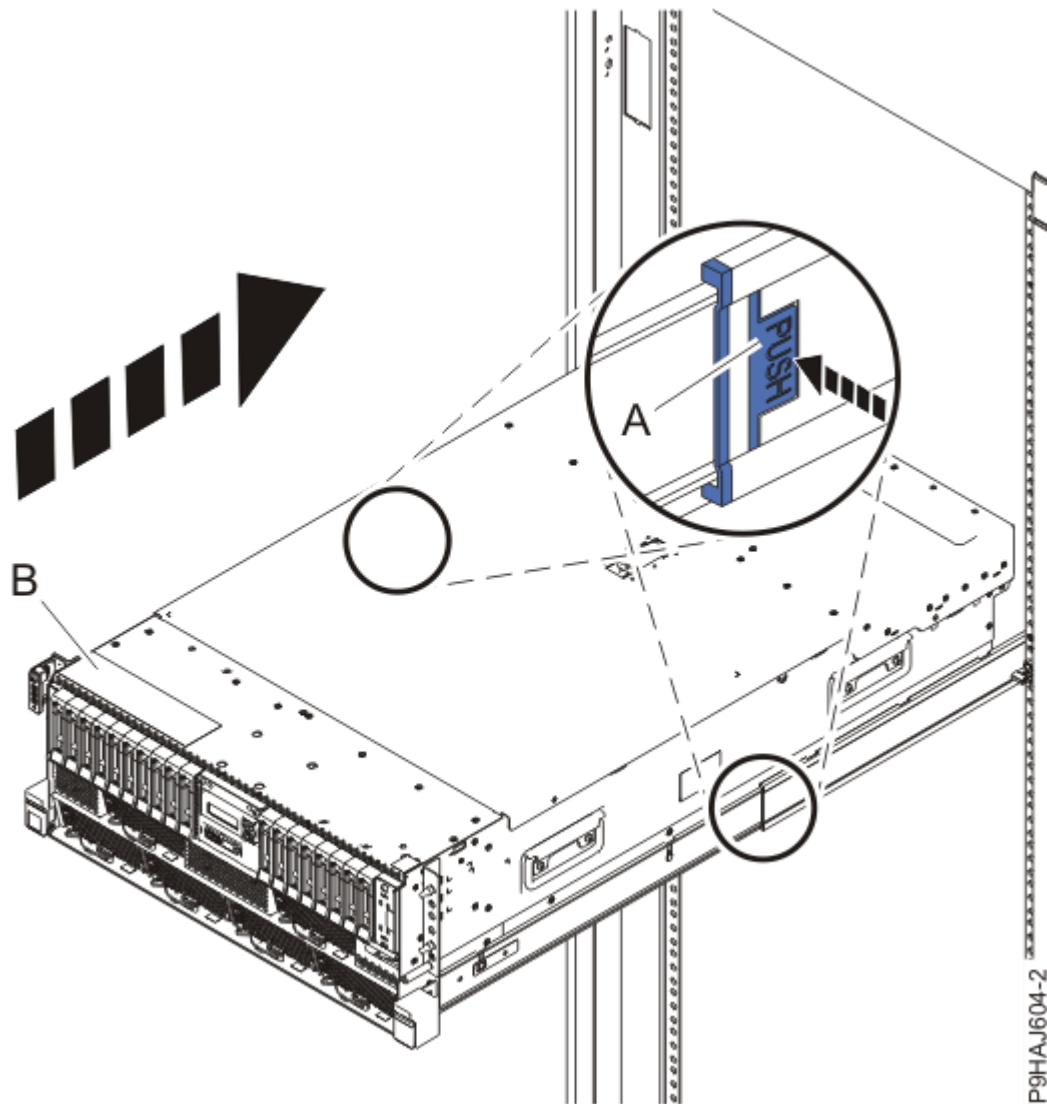

Abbildung 16. System in die Betriebsposition bringen
3. Entsperren Sie bei einem Einschubsystem die blauen Schienensicherungsverriegelungen (**A**), indem Sie sie nach innen drücken (siehe Abbildung 16 auf Seite 19).